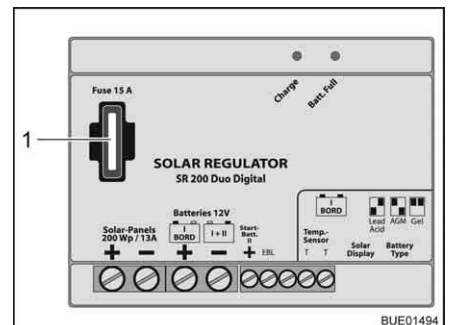

Fig. 175 Fusible del regulador de carga solar 200 W
- Cambiar el fusible plano 15 A/azul (Fig. 175,1).